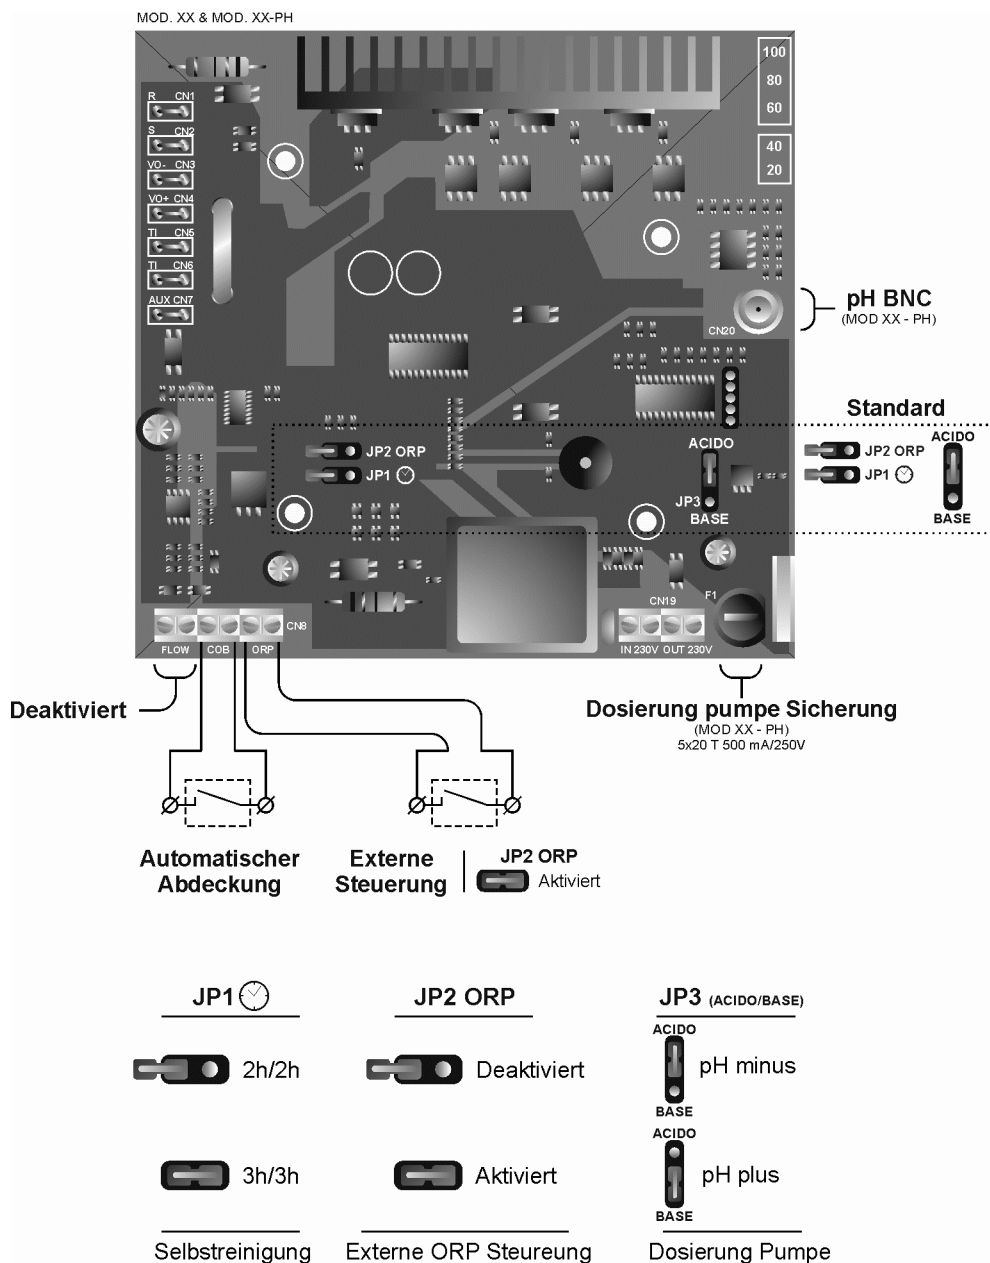

Abb. 16
- **ELEKTRODENSELBSTREINIGUNGSSYSTEM:** die LEDs [5] zeigen den Polarisierungszustand der Elektroden (direkt/ umgekehrt) an. Die Umkehrfrequenz kann mit dem auf der Systemsteuerplatte befindlichen „JP1“-Jumper gewählt werden (Abb. 16). Diese Konfiguration tritt in Kraft, wenn man das Gerät aus- und wieder einschaltet.